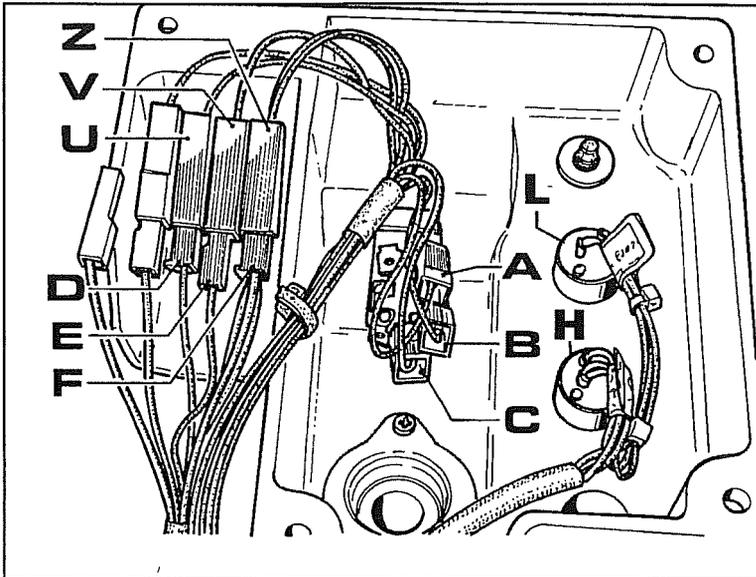

Fig. 43
5. Para dicha exclusión es necesario quitar la caja soporte reóstatos situada en el guardabarros derecho, luego volcarla como se ve en la fig.43.
6. Antes de desconectar los cables **A-B-C** de la central del interruptor de elevación/descenso controlar su acoplamiento que debe ser el siguiente (ver fig.43):